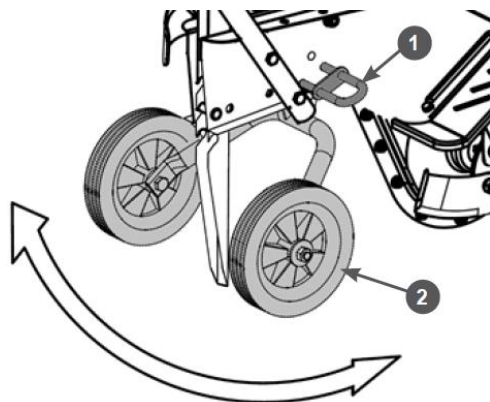

Рис. 16 Подъём транспортировочных колёс
2. С усилием потяните за стопор поз.1 вилки колес и вытяните его из рамы мотокультиватора. Поднимите транспортировочные колеса поз.2 в максимально верхнее положение, после чего отпустите стопор поз.1, колеса должны остаться в поднятом положении (Рис. 16). При необходимости, пошатывайте колёса вверх-вниз для того, чтобы стержень стопора вошел в отверстие в вилке колёс.